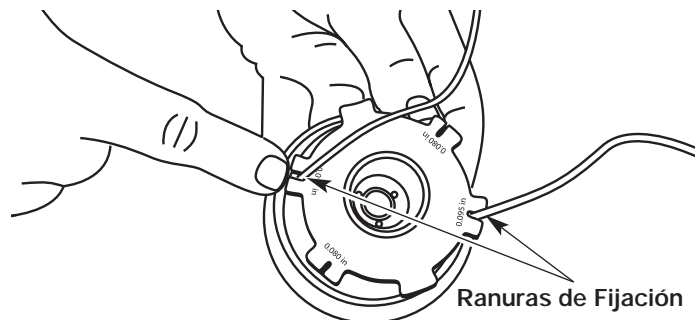

Figure 38
12. Inserte los extremos de la línea en las dos ranuras de fijación (Fig. 38).